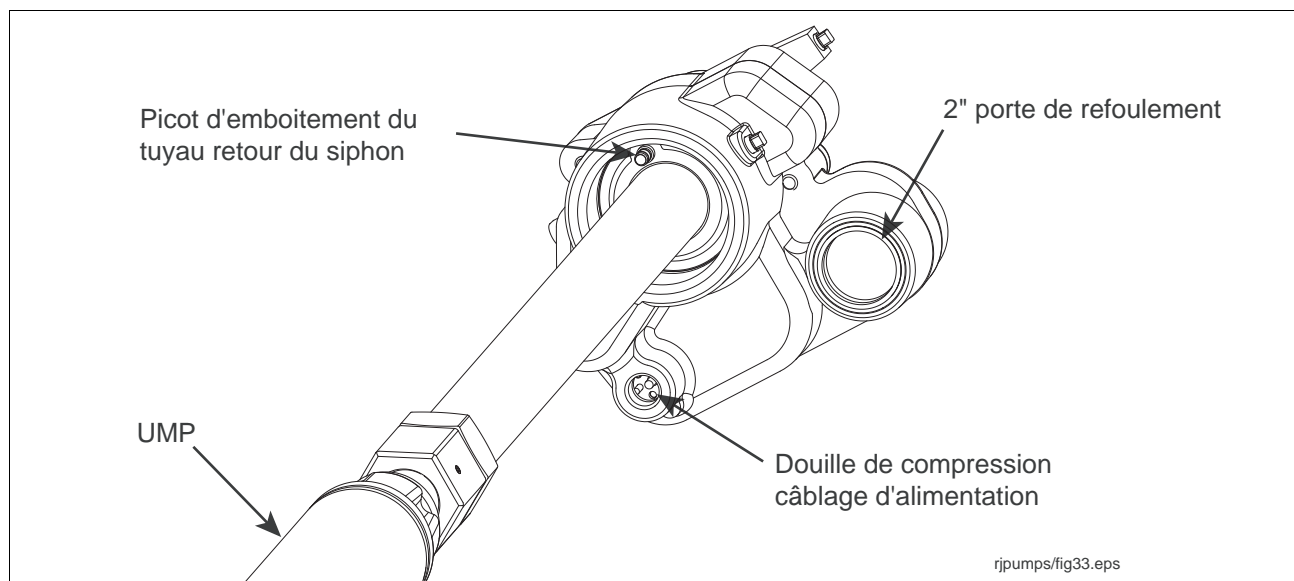

Figure 12. Positionner le raccord de la conduite de retour sur le groupe
7. Emboîter la tuyauterie de retour du siphon sur le raccord situé à la base du groupe et bloquer avec un collier (voir Figure 12).